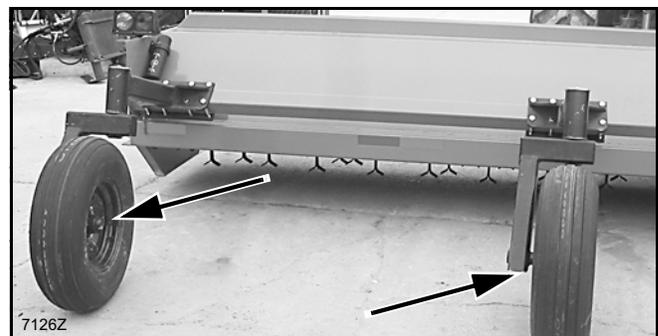

Figura 28. Rolamentos das rodas
2. Reaplique graxa nos rolamentos das rodas. Consulte Figura 28.